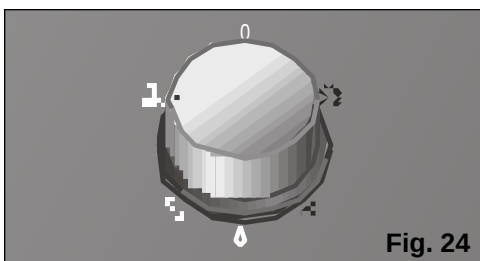

Fig. 24
- ☐ Sélectionnez la vitesse de purification: maximale  ou silencieuse , **Fig. 24**.